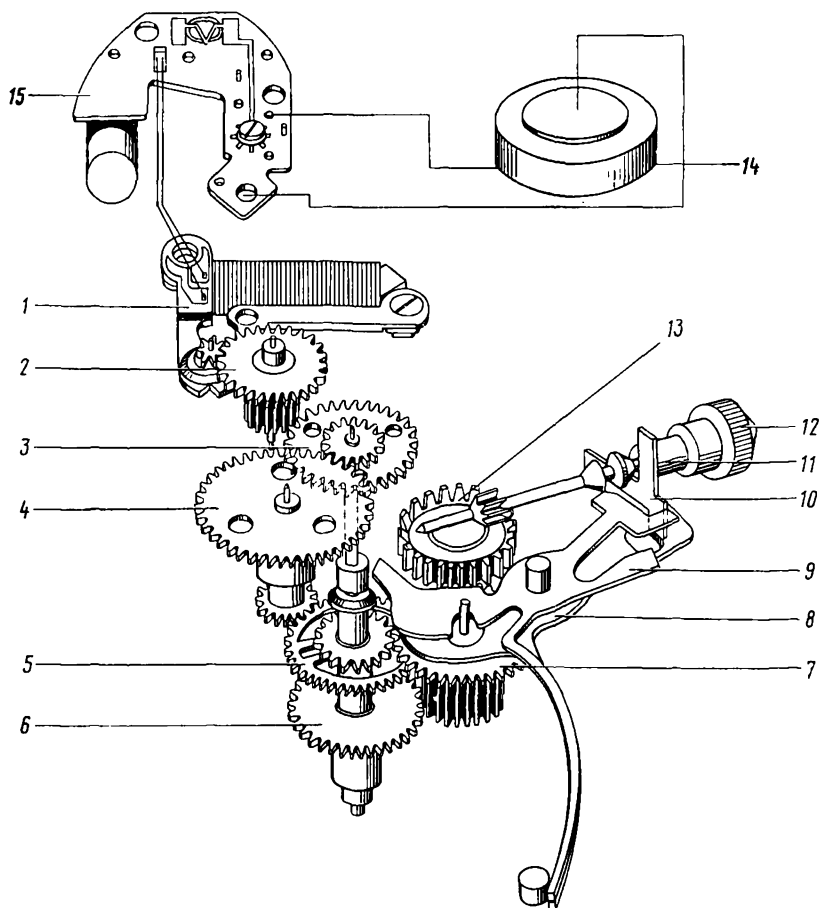
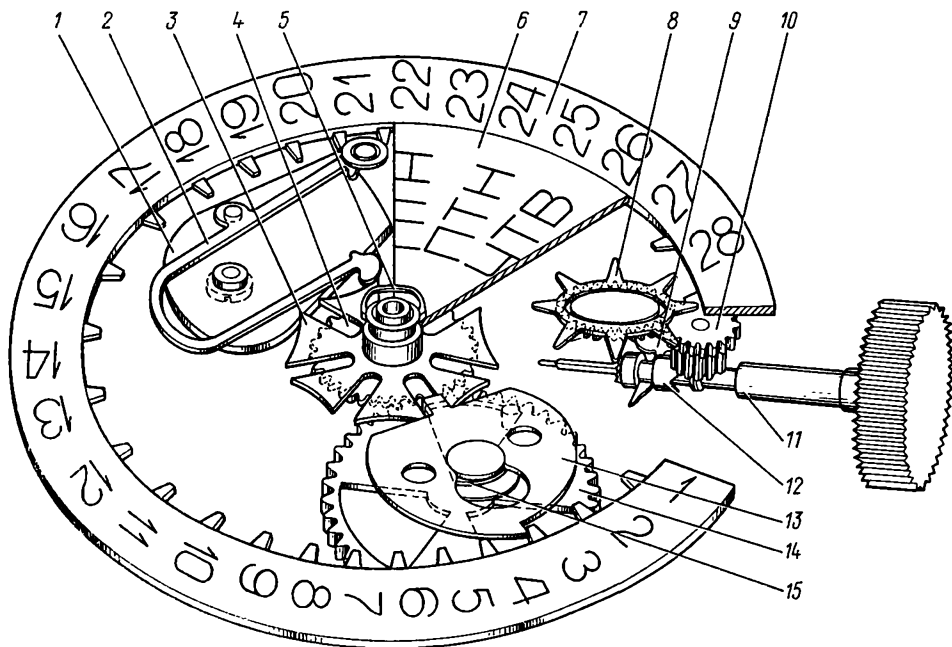
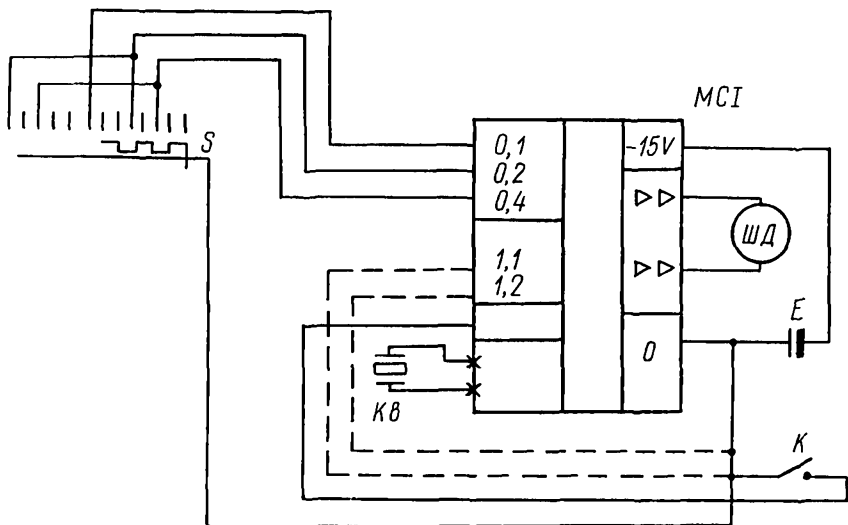

Рис. 2. Кинематическая схема механизма часов 1356:
Рис. 6. Кинематическая схема календарного устройства механизма часов 2350, 2360:
Рис. 9. Схема электрическая принципиальная часов с механизмом 1356, 1656, 1656А:
Кинематические схемы кварцевых наручных часов 1356, 1656, 1656А, 1656Н представлены на рис. 2–5, а принципиальные электрические схемы – на рис. 9, 10. Кинематические схемы календарных устройств КНЧ 2350, 2360, 2450, 2460 представлены на рис. 6–8.
Вращение от колеса часового 4 (рис. 6) передается на колесо суточное 14, сообщающее вращение переключателю 13. Переключатель 13 своей плоскостью прилегает к плоскости колеса суточного 14, при этом штифт, запрессованный в переключателе, входит в сектор между спицами колеса суточного. Таким образом колесо суточное 14 передает вращательное движение через штифт переключателю 13.
Конструктивно БКГ представляет собой бескорпусную интегральную микросхему (МСИ), кварцевый резонатор (Кв), многопозиционный переключатель (S) и штифт обнуления, размещенные на дизлектрической подложке (рис. 9).
Календарное устройство КНЧ 2350 состоит из платины календаря (рис. 6), креста мальтийского, переключателя, фиксатора чисел месяца, пластины фиксатора чисел месяца, колеса суточного, указателя чисел месяца, указателя дней недели, шайбы указателя дней недели.